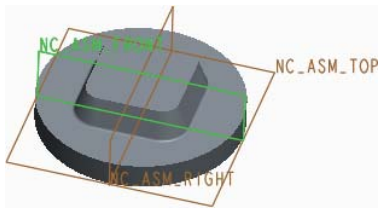

图 7.4.2 放置后的参考模型
Step3. 在“元件放置”操控板中选择 **默认** 选项，然后单击  按钮，完成参考模型的放置，放置后如图 7.4.2 所示。